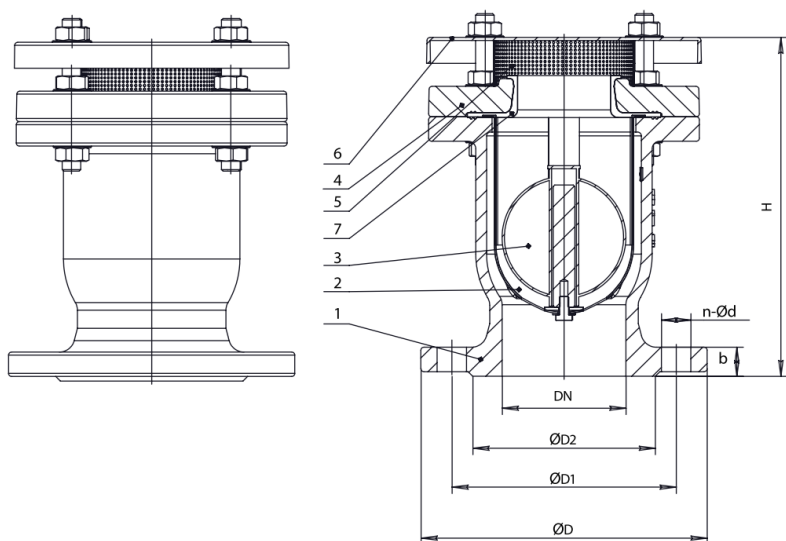

Рис. 1
1.3.1. Основные элементы конструкции воздухоотводчика приведены в табл. 1, на рис. 1.
1.3.2. При отсутствии воздуха в трубопроводе, под действием потока рабочей среды, шар (3) прижимается к крышке корпуса (4) и перекрывает выпускное отверстие воздухоотводчика. При скоплении воздуха в верхней части воздухоотводчика уровень воды падает, под действием собственного веса шар (3) опускается, воздух выходит через выпускное отверстие в крышке корпуса (рис. 1).